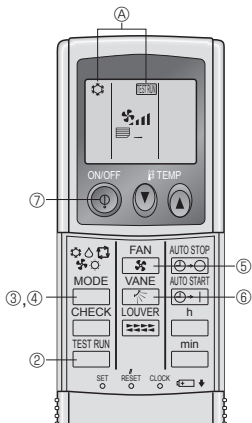

Рис. 7-5
7.2.2. Использование беспроводного пульта дистанционного управления (Рис. 7-5)
- ① Включите питание блока по крайней мере за 12 часов до начала испытаний.
- ② Дважды нажмите кнопку . (Начните данную операцию с выключенным дисплеем пульта дистанционного управления.)
- ③ Нажмите кнопку (, , ,), чтобы активизировать режим , затем проверьте исправность выдува холодного воздуха из прибора.
- ④ Нажмите кнопку (, , ,), чтобы активизировать режим , затем проверьте исправность выдува теплого воздуха из прибора.
- ⑤ Нажмите кнопку и проверьте, изменяется ли скорость вращения вентилятора.
- ⑥ Нажмите кнопку и проверьте исправность работы автоматических заслонок.
- ⑦ Для остановки пробного прогона нажмите кнопку ON/OFF (ВКЛ./ВЫКЛ.).